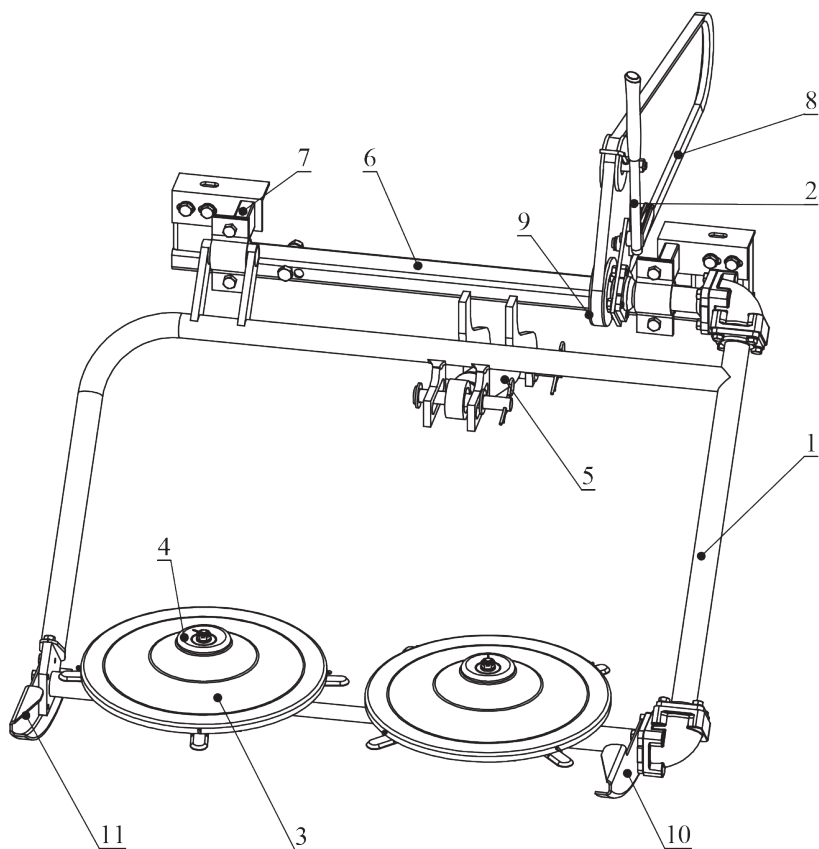

Рисунок 1. Главные конструктивные узлы
Для облегчения эксплуатации механизм косилки оснащен салазками (поз. 10, 11, рис. 1).
1. Балку крепления косилки (поз. 6, рис. 1) на раму мини-трактора и зафиксируйте болтами М12;
3. Установите устройство натяжения приводного ремня (поз. 2, рис. 1) и зафиксируйте винтами М8;
4. Установите шкив приводного ремня (поз. 9, рис. 1) и зафиксируйте шпонкой 5x5x12 и корончатой гайкой М10, для более надежной фиксации зашплинтуйте корончатую гайку шплинтом d1.6x22 мм;
11. Соедините раму косилки и раму мини-трактора с помощью гидравлического цилиндра (поз. 5, рис. 1); Зафиксируйте гидроцилиндр пальцами D=18 мм. Пальцы зашплинтуйте;
14. Установите режущие диски (поз. 3, рис. 1) и крышки (поз. 4, рис. 1) на косилку и зафиксируйте корончатыми гайками М10. Для более надежной фиксации зашплинтуйте корончатые гайки шплинтами d1.6x22 мм;
15. Установите салазки (поз. 11, 10, рис. 1) на косилку и зафиксируйте винтами М8.